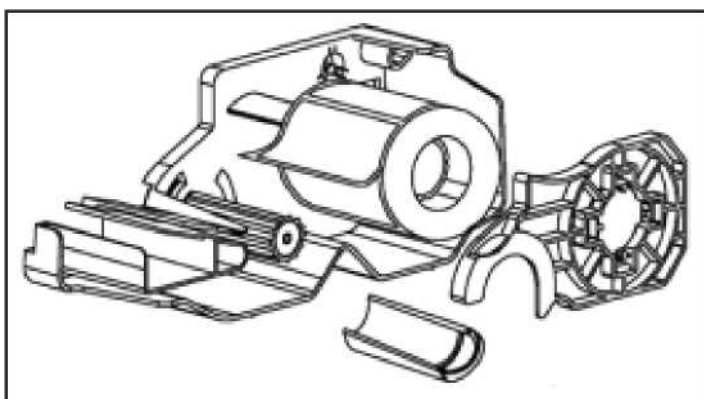

Рисунок 1.15 – Установка рулона
5. Установите рулон (см. рисунок 1.15).